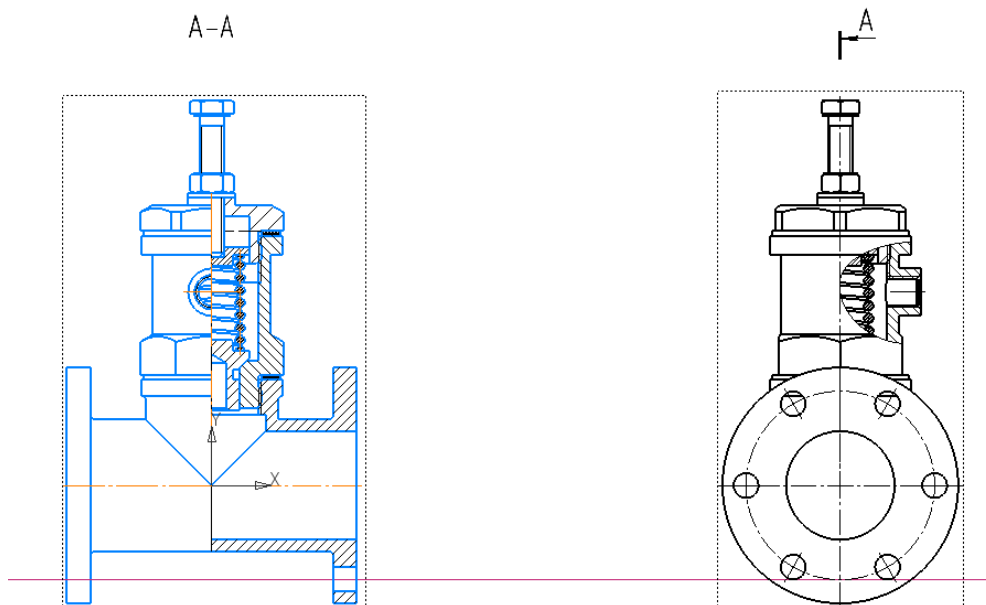

Рис.11. Восстановление штриховки на изображении
- **Черчение – Геометрия – Штриховка.** Используя команду «Штриховка» дорабатывают главное изображение (рис. 11).